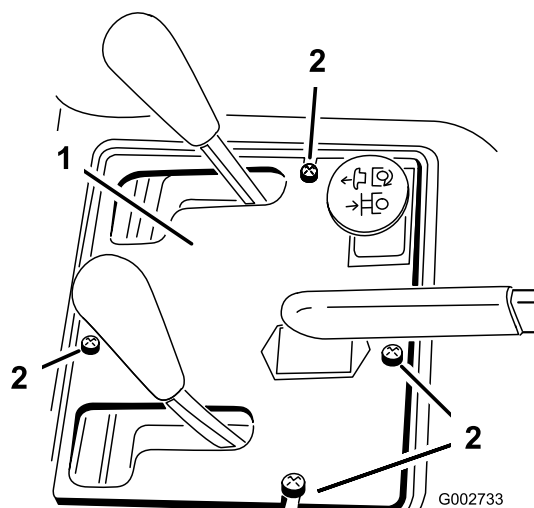

Figura 37
2. Retire os quatro parafusos que fixam o painel de controlo à estrutura (Figura 37).